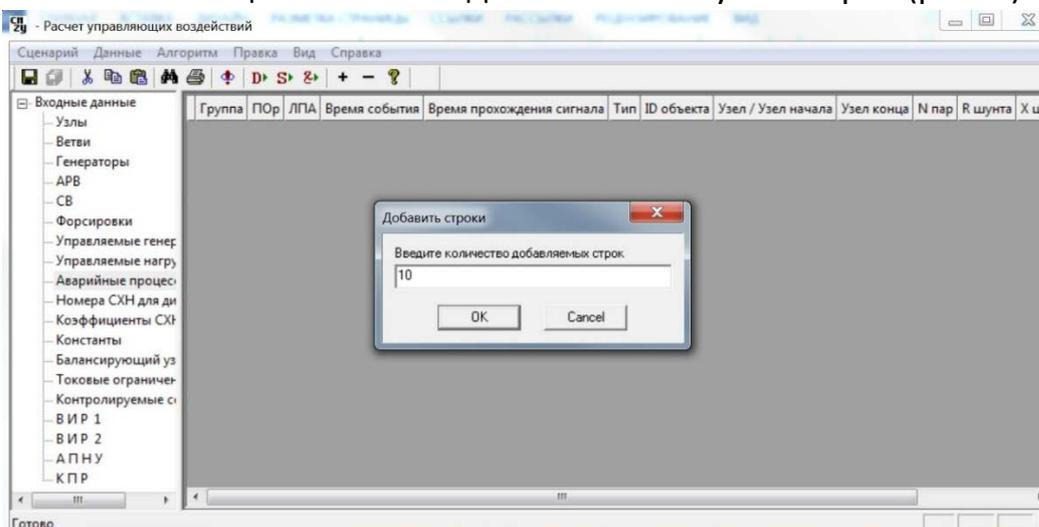
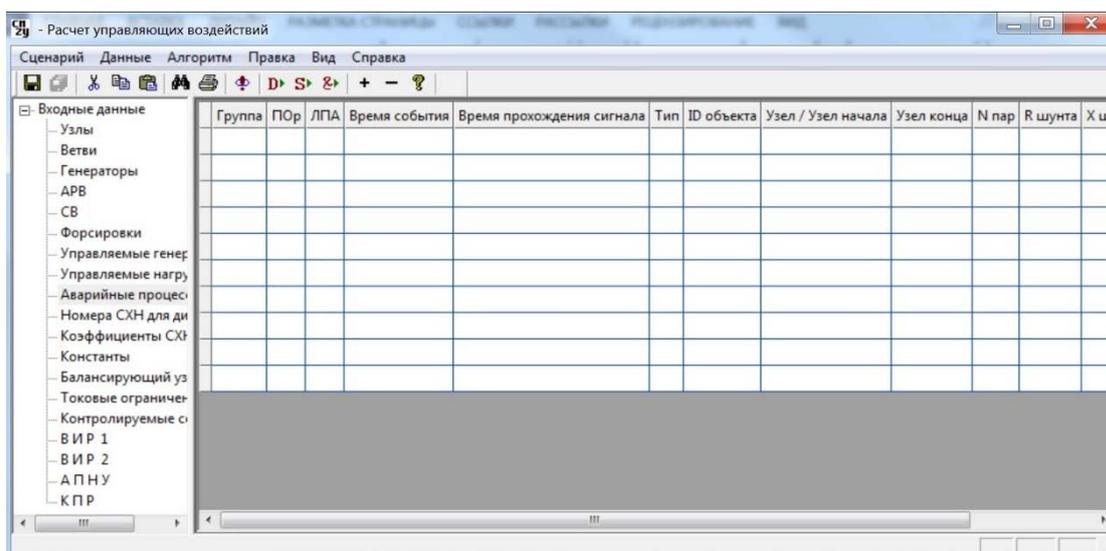
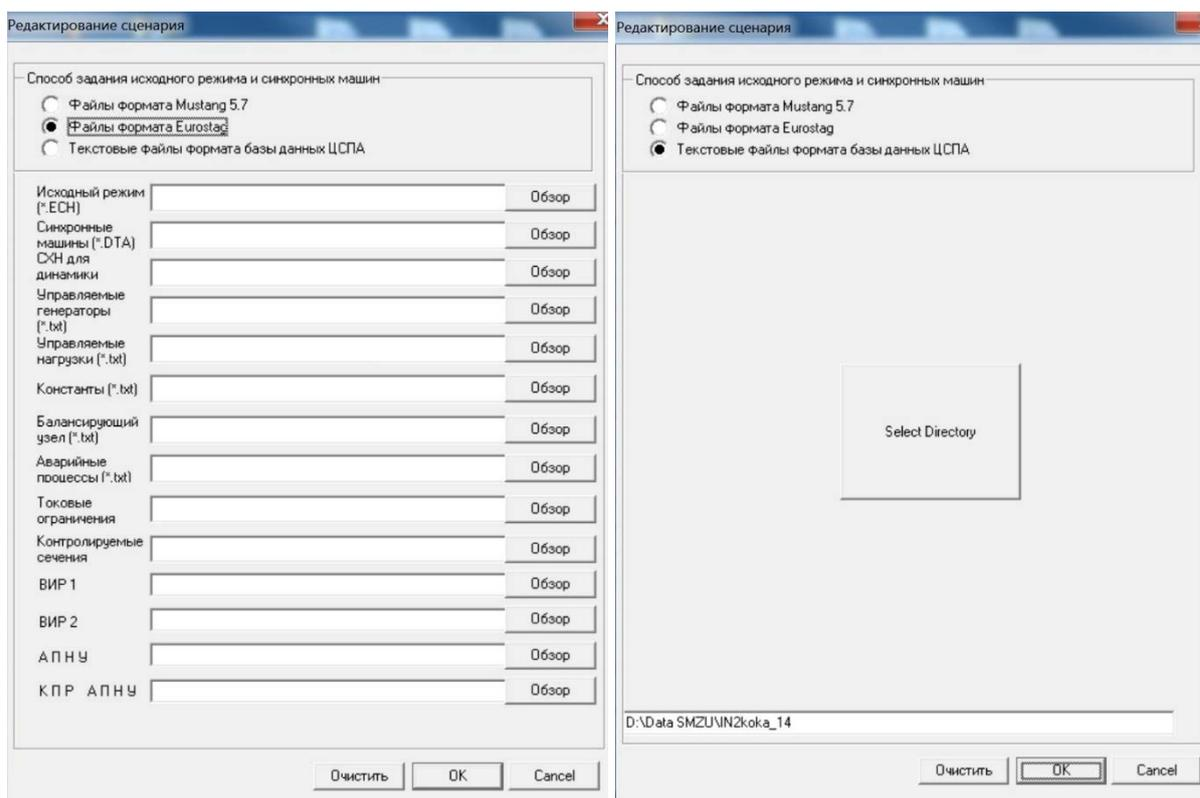

Рис. 2 Диалог добавления пустых строк
Рис. 3. Главное окно программы
Рис. 4. Окно задания исходных данных
1. Запустить исполняемый файл Project_MDP.exe. В появившемся диалоговом окне редактирования сценария (рис. 4) нажать кнопку «Отмена». На экране появится главное окно программы рис. 3 с пустой таблицей.
3. Добавить в таблицу необходимое количество строк. Для этого на панели инструментов в верхней части окна нажать кнопку **+**, затем в появившемся диалоге (рис. 2) ввести необходимое число и нажать кнопку «ОК». В таблице появится заданное число пустых строк (рис. 3).
При запуске программы на экране появляется диалоговое окно задания сценария, показанное на рис. 4. В нем записаны имена файлов, загружавшихся при предыдущем запуске программы. При первоначальном запуске все поля будут пустыми.
Если выбран вариант «Текстовые файлы формата базы данных», то окно принимает вид, показанный на рис. 4, б. В этом случае в нем имена файлов жестко определены, и необходимо только указать путь к ним. Для этого следует нажать кнопку «Select Directory». На экране появится окно выбора директорий, в нем следует найти и выбрать директорию с расчетными данными, затем нажать кнопку «ОК».
Если выбраны варианты задания данных из Mustang или Eurostag, то окно принимает вид, показанный на рис. 4, а. В нем следует указать каждый файл отдельно.